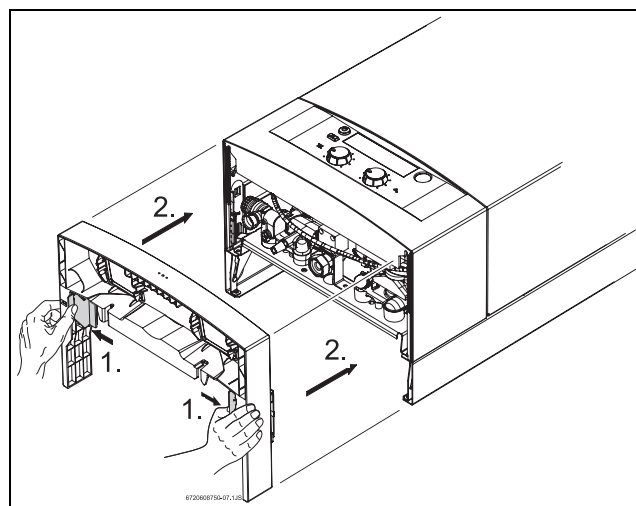

Fig. 15 Gaveta
- Posicionar a gaveta conforme mostra a Fig. 15.